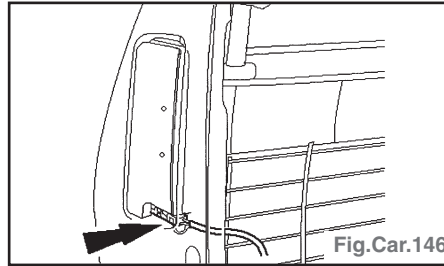

Fig.Car.146
- Débrancher le connecteur de module airbag latéral (Fig.Car.146).